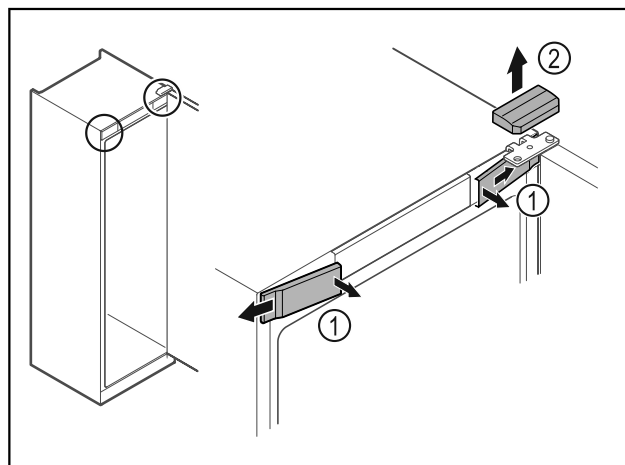

Fig. 16
- ▶ Wyczepić przednie osłonki Fig. 16 (1) i odchylić w bok.
- ▶ Górną osłonkę Fig. 16 (2) zdjąć w górę.